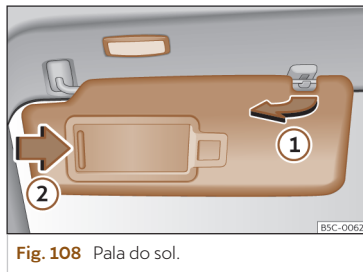

Fig. 108 Pala do sol.
- A pala do sol pode ser puxada para fora da fixação e ser virada para a porta >>> **Fig. 108 ①.**